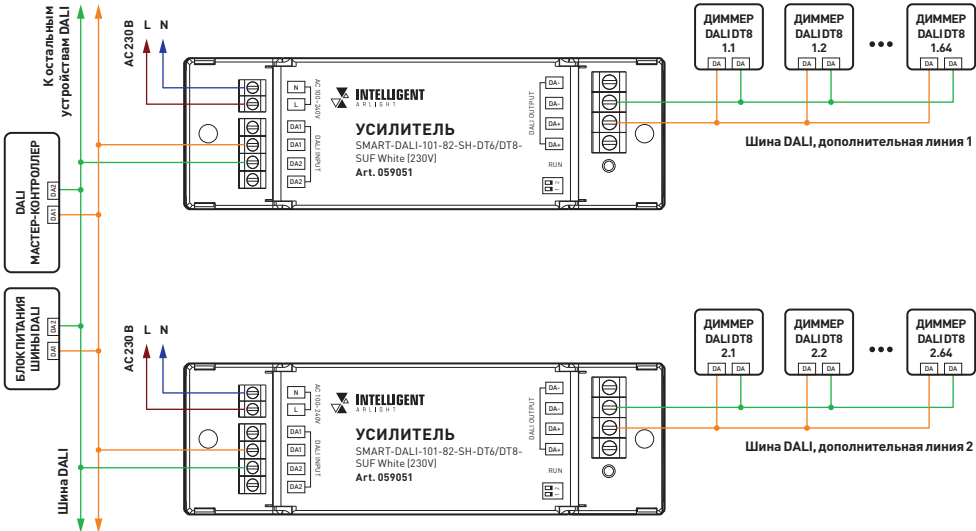

Рис. 2. Схема подключения усилителя в режиме RGBW
- 3.2. Подключите усилитель в соответствии со схемой на рис. 2.